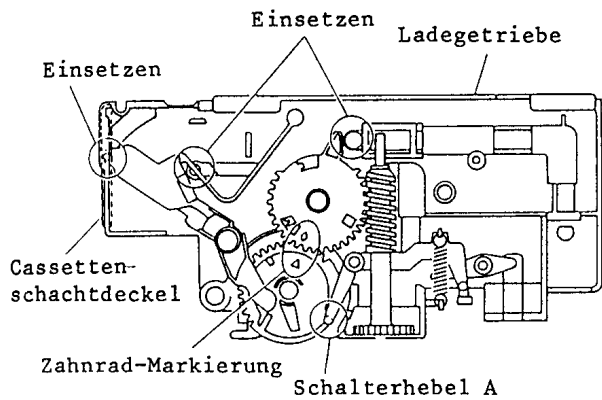

Abb. 5-10
- * Wenn das Ladegeräte wieder eingebaut wird, darauf achten, daß zwei (2) Angüsse des Cassetten-Halters in die Nuten an der rechten Seite des Chassis-Halters eingesetzt werden (siehe Abb. 5-10).
- * Darauf achten, daß die Markierung (◇) an dem Synchron-Zahnrad mit der Markierung (△) an dem Kupplungs-Zahnrad fluchtet (siehe Abb. 5-10).
- * Sicherstellen, daß der Anguß des Cassetten-Schalterhebes (A) auf der Nocke des Synchron-Zahnrads ansteht (siehe Abb. 5-10).
- * Wenn der Cassettschachtdeckel wieder eingebaut wird, darauf achten, daß der Anguß des Deckelarms in die Nut des Cassettschachtdeckels eingesetzt ist (siehe Abb. 5-10).